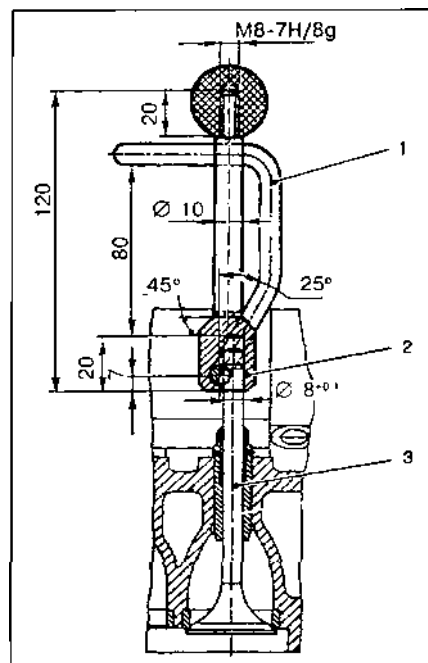

Рис. 2.18.1. Приспособление М9849-120 для притирки клапанов: 1 — зажим, 2 — оправка, 3 — клапан.
2. Нанести на фаску головки клапана тонкий слой притирочной пасты, приготовленной в виде смеси мелко-шлифовального порошка (шлифовальный порошок электрокорунд М14) с маслом для двигателя. Смазать стержень клапана чистым маслом и установить клапан в направляющую втулку. Закрепить клапан в приспособлении М9849-120 специальным зажимом и вращать его поочередно в обе стороны, слегка прижимая к седлу (рис. 2.18.1).